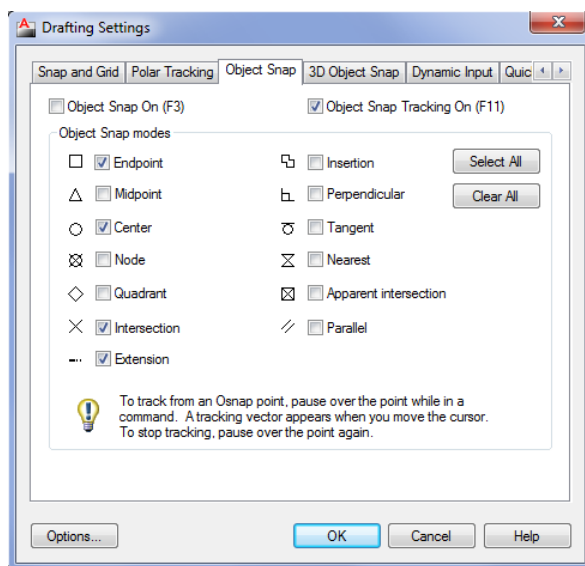

Рисунок 1.16 – Вигляд закладки включення прив'язок
- шар **“Розміри”** – колір **синій**, тип лінії – **Continuous** (суцільна) (рис. 1.16).